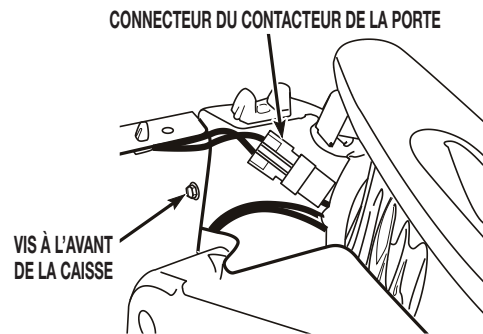

FIGURE 2
2. Ôter les deux (2) vis à tête hexagonale à l'avant de la caisse. Consulter la *Figure 2*.
3. Débrancher le connecteur du contacteur de la porte du connecteur du câblage. Consulter la *Figure 2*.